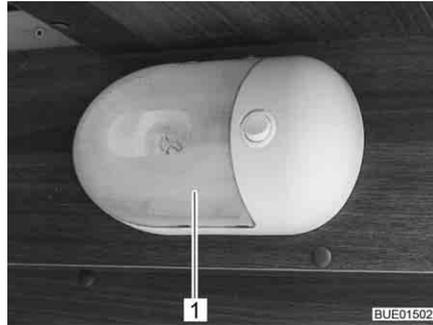

Fig. 265 Luminaire apparent
- Presser le couvercle transparent (Fig. 265,1) avec précaution des deux côtés, l'éloigner légèrement du commutateur et le retirer par l'avant.